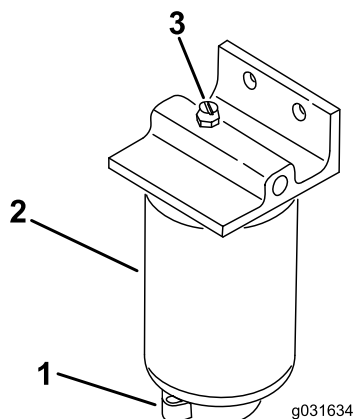

図 51
2. フィルタ容器図 51 下部のドレンプラグをゆるめて水や異物を流し出す。
1. フィルタの取り付け部周辺をウェスできれいにぬぐう 図 51。